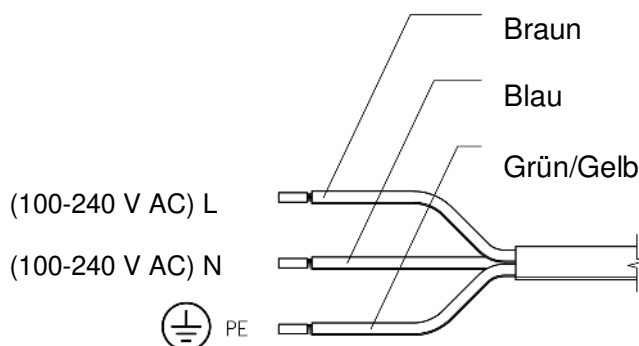

Abbildung 9: Anschlusskabel MPM
- Schließen Sie das Anschlusskabel an den Netzanschluss an, oder montieren Sie einen Stecker. Siehe Abbildung 9.